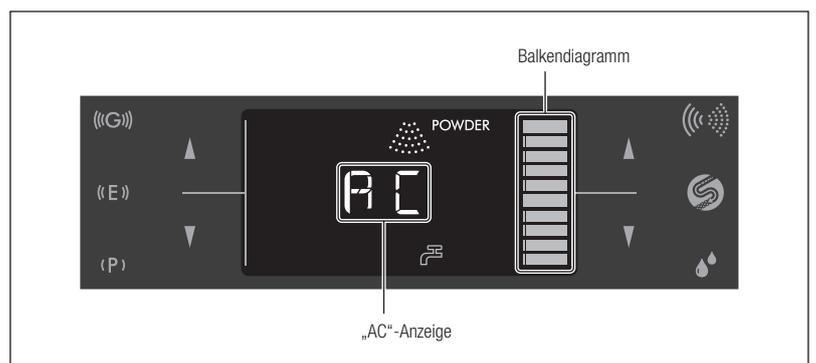

Abb. 38
- 6) Die Selbstreinigung dauert ca. 45 Sekunden. Während der Selbstreinigung werden auf der LCD-Anzeige „AC“ und im Balkendiagramm die ungefähre verbleibende Zeit angezeigt (Abb. 38).